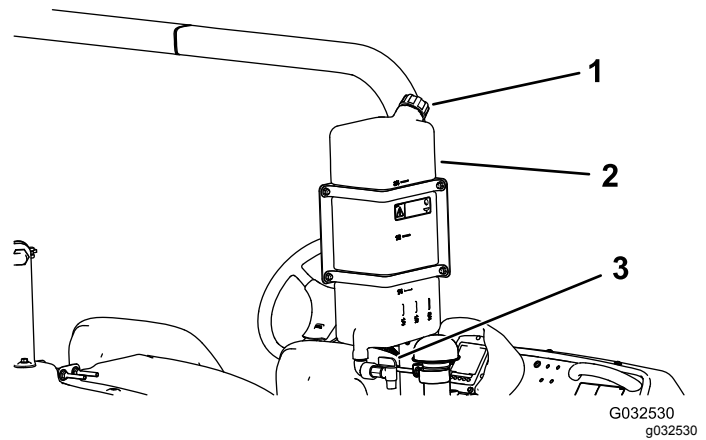

Figure 26
- Pour remplir le réservoir, dévissez le bouchon situé sur le dessus, remplissez-le d'eau douce puis remettez le bouchon en place (Figure 26).
- Pour ouvrir le robinet du réservoir d'eau douce, tournez le levier sur le robinet (Figure 26).